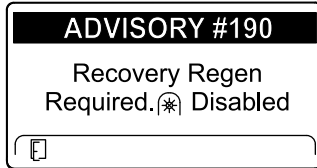

Figure 57
- ADVISORY #190 (avis n° 190), demande de régénération d'urgence – prise de force désactivée, affiché (Figure 57)